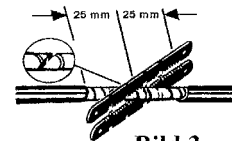

Bild 3
- Mit einer Metallsäge ca. 1mm rechtwinklig zum Profil einsägen und abbrechen (Bild 3).